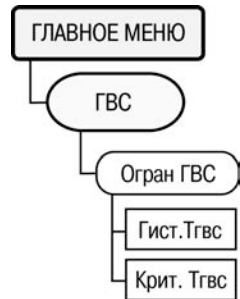

Рисунок 6.19
6.12.10 Для задания параметров управления клапаном слива ГВС служит пункт меню //ГВС /Огран Тгвс (рисунок 6.19).